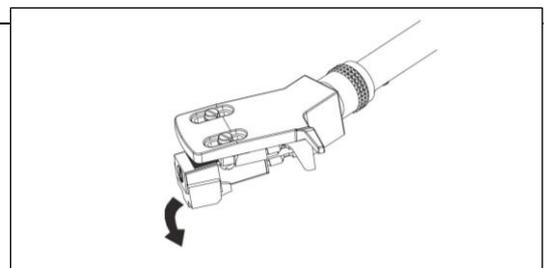

Abb. 3
1. Die Abtastnadel nach schräg unten abziehen. (Abb. 3)